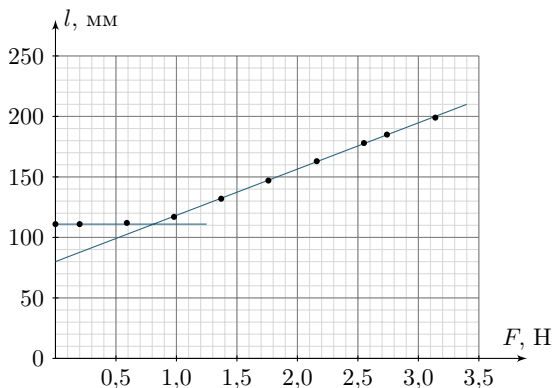

Рис. 9
2. Отвинчиваем гайку М3 на нижнем шарнире и отсоединяем пружину. Осторожно опускаем шарнир в нижнее положение. Пружина остаётся висеть на верхнем шарнире. Измеряем длину пружины без нагрузки. Подвешиваем бутылку с помощью нити к нижней петле крепления пружины. Шприцем добавляем в бутылку воду известного объёма (не забывая, что пустая бутылка имеет массу 20 г), для каждой величины силы тяжести бутылки измеряем длину пружины. Занесение в таблицу результата прямого измерения (объёма или, в крайнем случае, массы воды) является обязательным. Результаты измерений представлены в табл. 1 и на рис. 9: